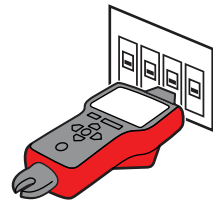

Abbildung 3.5b
- a) Das Gerät startet automatisch im **1-<logo>-SCAN**-Modus – siehe Abbildung 3.5b.